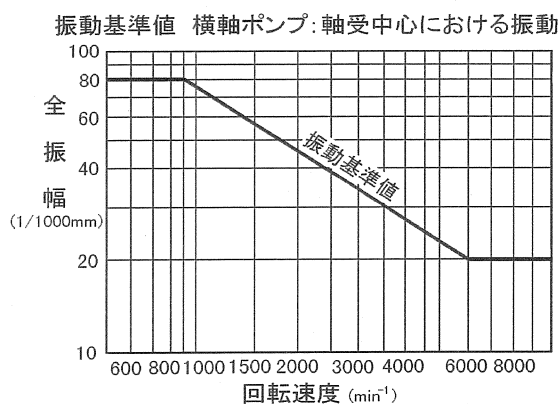

図 27
- (4) 軸封に関しメカニカルシールは、正常ならば水漏れはほとんどありません。水漏れが多くなった場合は交換してください。グランドパッキンは、水漏れ量約 20mL/min が適当です。グランドパッキンの締めすぎ、片締めは故障の原因になります。
- (6) 据付、配管工事が正しく施工されている場合の振動基準値を図 27 に示します。振動が大きい場合は直結の芯出し、配管の無理、基礎ボルトのゆるみなどが原因ですので、点検してください。